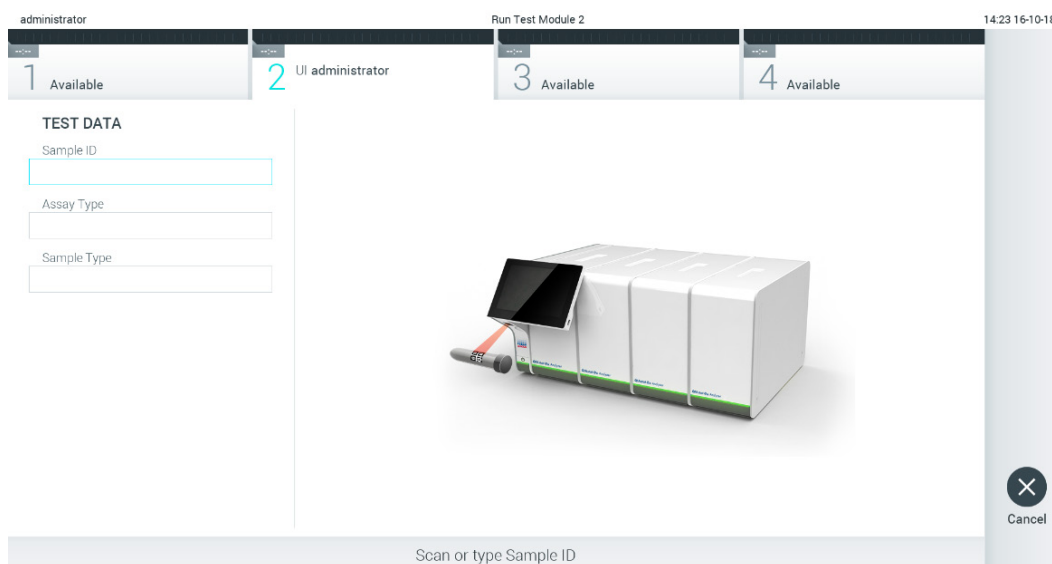

Figura 23. Digitalização do código de barras de ID da amostra.
2. Quando solicitado, digitalize o código de barras da Sample ID (ID da amostra), utilizando o leitor de código de barras integrado no módulo operacional (Figura 23).